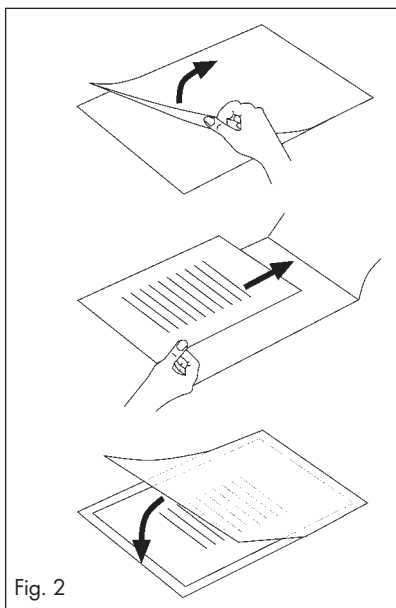

Fig. 2
- Asegúrese de utilizar solo una funda para el plastificado. Ábrala de la manera indicada en el ejemplo de la fig. 2.